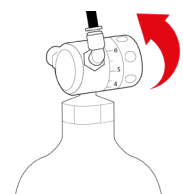

Fig. 6-14
19.4 – Ruotando la manopola verso OFF diminuisce la pressione e di conseguenza la gasatura dell'acqua, ruotando la manopola nel verso opposto aumenta la pressione e di conseguenza la gasatura dell'acqua. I riduttori di pressione del gas CO₂, per bombole con attacco M11 sono dotati di manopola di regolazione con scala graduata che indica il valore di pressione di taratura, vedi Fig. 6-14.